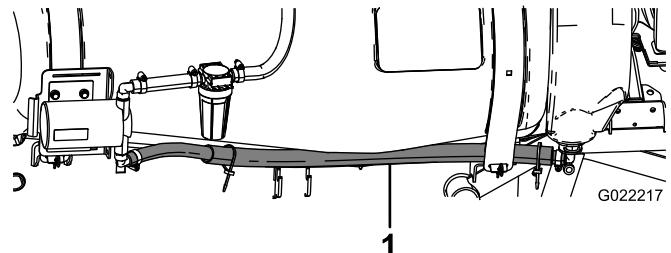

図 11
1. すすぎタンクホースを、タンク前部固定ベルトとタンクの側面との間に通す図11。
3. ホースの端部を、すすぎポンプの下側ホースバーべに接続するホースクランプを使用する図 11。